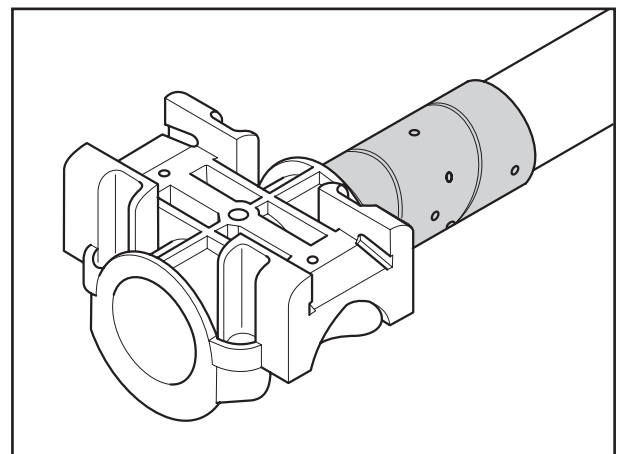

Fig. 6
- [12] Lagerbock über die Bronzebuchse schieben und auf Federmitte ausrichten (Fig. 6).
- [12] Push spring hanger over the bronze bushing and align to spring centre (Fig. 6).
- [12] Faire glisser la palier par-dessus la douille en bronze et l'aligner par rapport à l'entr'axe du ressort (fig. 6).